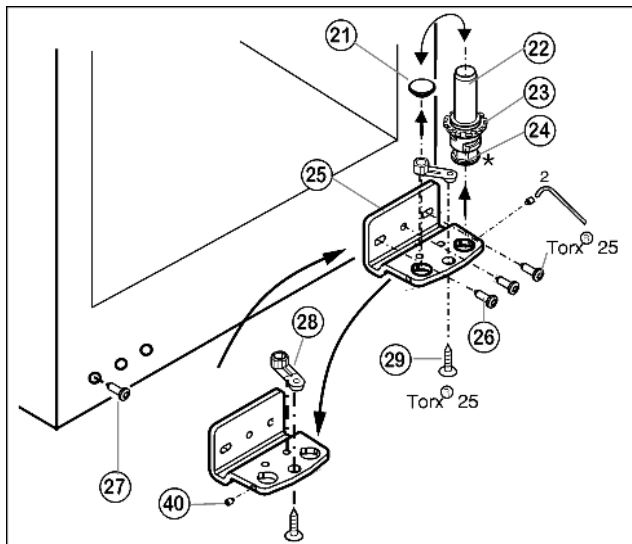

Fig. 5
- ▶ Borgpen Fig. 5 (40) met de meegeleverde inbussleutel ca. 1 omwenteling uitdraaien.
- ▶ Lagerbout Fig. 5 (22) compleet, met schijfje Fig. 5 (23) en stelootje* Fig. 5 (24) naar boven eruit draaien.
- ▶ Stop Fig. 5 (21) eraf halen.
- ▶ Lagerbus Fig. 5 (25) losschroeven Fig. 5 (26).
- ▶ Borgpen Fig. 5 (40) geheel uitdraaien en aan de tegenoverliggende zijde in de lagerbus draaien, tot de pen op één lijn met de lagerbus ligt.
- ▶ Lagerdeel Fig. 5 (28) losschroeven Fig. 5 (29) en in het tegenoverliggende opnamegat van de lagerbus omzetten en weer vastschroeven.
- ▶ Stop Fig. 5 (21) weer in het andere gat aanbrengen.
- ▶ Schroef Fig. 5 (27) losdraaien en aan de andere kant weer indraaien.
- ▶ Lagerbus Fig. 5 (25) aan de nieuwe scharnierzijde evt. met behulp van een accuschroevendraaier weer **goed (met 4 Nm)** vastschroeven.
- ▶ Lagerbout Fig. 5 (22) compleet met schijfje en stelootje* weer aanbrengen.
- ▶ Borgpen Fig. 5 (40) vastdraaien.
- ▶ Plaats de deur van boven op de lagerbout beneden Fig. 5 (22).
- ▶ De deur eventueel via de beide langsgaten in de lagerbus onder Fig. 5 (25) ten opzichte van de kast uitlijnen. Daartoe middelste schroef uitdraaien.